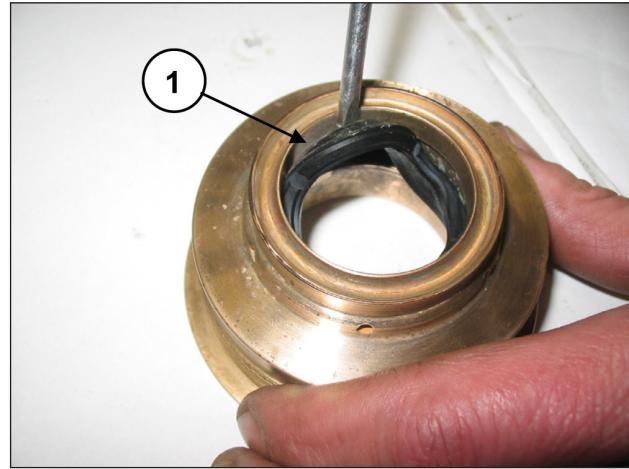

Fig. 148
Para remover a junta de baixa pressão, é necessário usar um medidor de espessura ou uma ferramenta que não danifique o local do suporte da junta (pos. ①, Fig. 148).